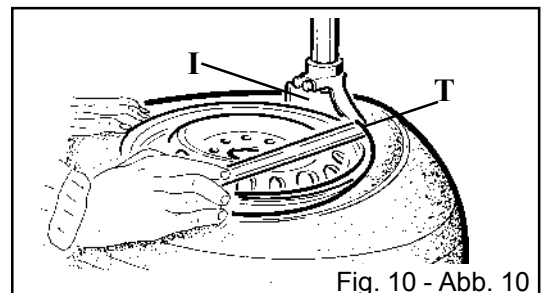

Fig. 10 - Abb. 10
-Mit Hilfe des Hebels (T), der zwischen den Reifenwulst und den vorderen Teil des Montierfußes (I) eingeführt wurde, wird der Wulst nun über den Montierfuß transportiert (Abb. 10). **WICHTIG:** Falls ein Schlauch vorhanden ist, wird empfohlen, bei dieser Operation zu dessen Schutz des Ventil zirka 10 cm rechts vom Montierfuß zu halten.
-Hebel in dieser Position halten, durch konstanten Pedaldruck (Z) Zentriertisch (Y) im Uhrzeigersinn drehen lassen, bis der Reifen komplett aus der Felge hervorgetreten ist.